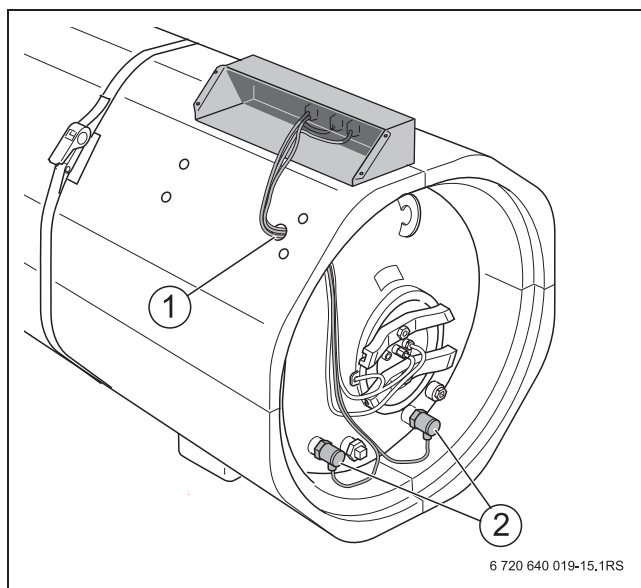

Рис. 18 Подключение проводов к электронагревательным элементам
- ▶ Вставьте электронагревательные элементы (→ рис. 18, [2], стр. 22) так, чтобы провод проходил вниз.
- ▶ Проведите все провода от системы управления к погружной гильзе, инертному аноду и электронагревательным элементам через отверстие (→ рис. 18, [1], стр. 22) в верхнем правом или левом теплоизоляционном сегменте.